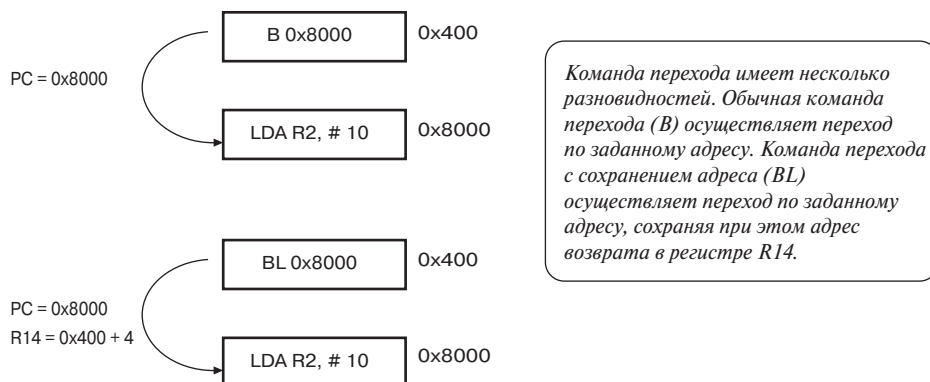

Рис. 1.10. Команды перехода B и BL.
Базовая команда перехода (B), как следует из ее названия, позволяет выполнять переход в диапазоне до 32 Мбайт как вперед, так и назад. Модифицированная версия команды, команда перехода с сохранением адреса (BL), выполняет ту же операцию, однако при этом сохраняет в регистре связи текущее значение PC, увеличенное на четыре (Рис. 1.10).